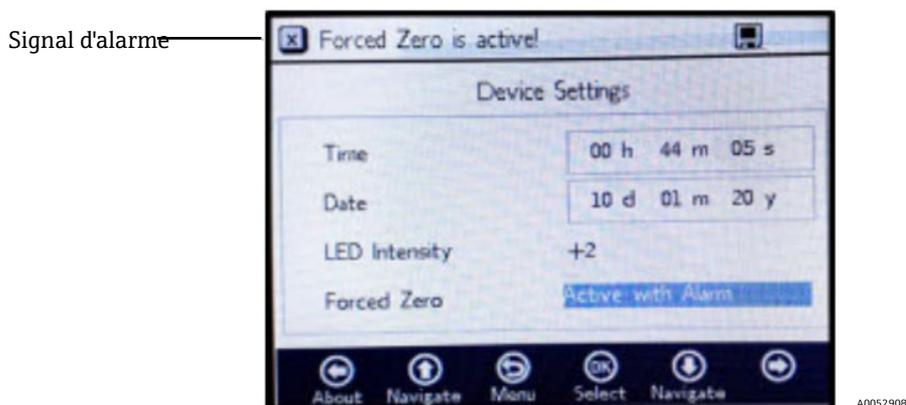

Figure 40. Signal d'alarme "Forced Zero"
- **Active alarm** : Dans ce mode, une valeur négative sera considérée comme 0 % [ppm] O₂. Une signal d'alarme "Forced Zero is active" s'affiche en haut de la fenêtre. Voir la figure 40. Après avoir redémarré l'appareil, le mode par défaut "passive" est réactivé.